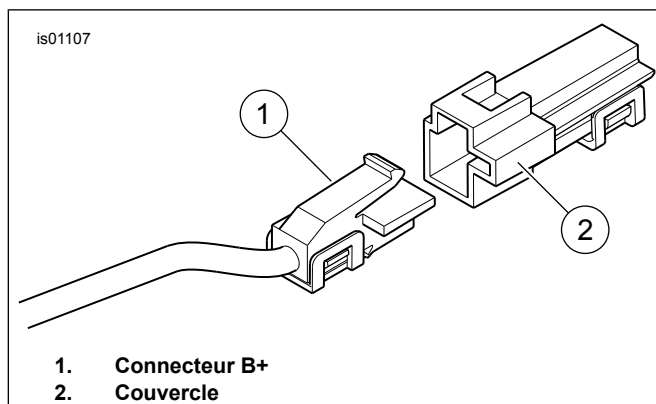

Figure 5. Connecteur B+
1. Consultez Figure 5 . Repérez le connecteur B+ (borne positive de la batterie) (1) sur le faisceau électrique principal sous la selle (un fil rouge avec un connecteur gris inutilisé). Retirez le couvercle (2) du connecteur.